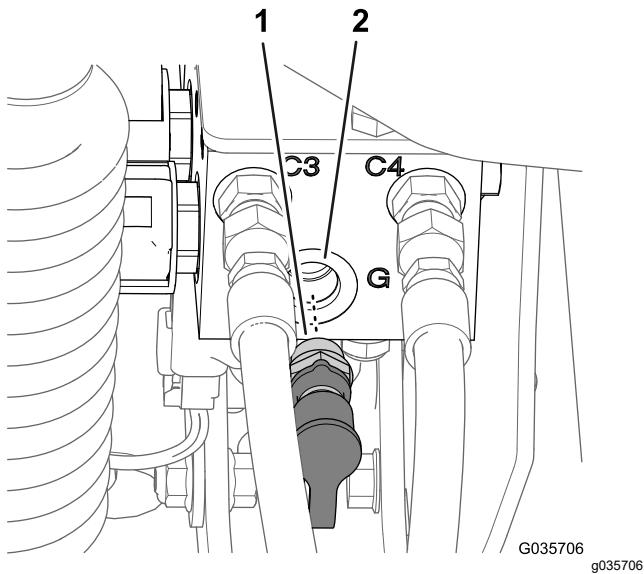

图 10
4. 从旧提升油缸歧管的 G 端口拆下诊断接头和接头帽 图 10。